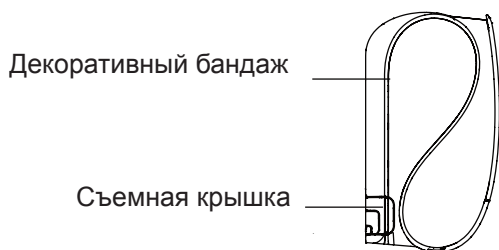

Рис. 3.3
2. Если отверстие в стене расположено за блоком, оставьте съемную крышку на месте. Если отверстие в стене расположено сбоку от внутреннего блока, удалите съемную пластмассовую крышку с соответствующей стороны блока (см. рис. 3.3). При этом образуется паз, через который трубопровод можно вывести из блока. Если пластмассовую крышку не удастся удалить руками, используйте игловидные кусачки.